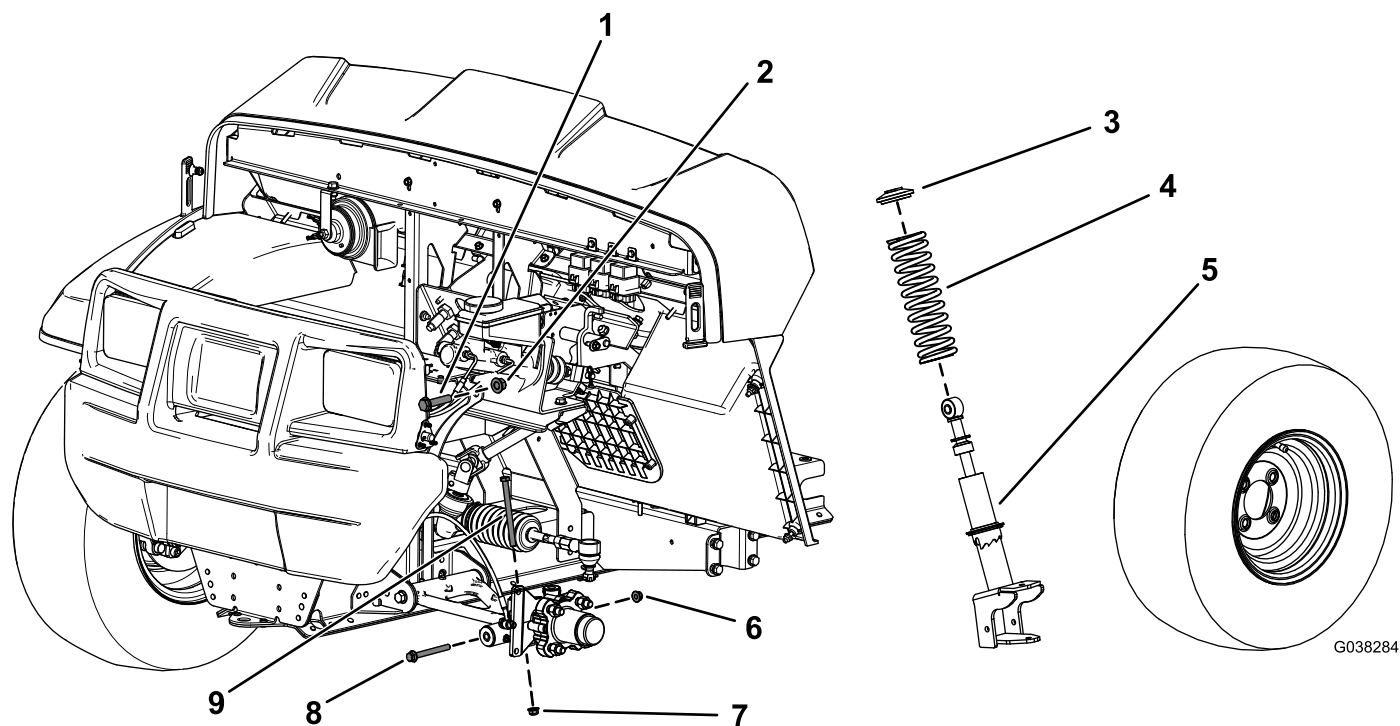

Figure 101
3. Retirez le boulon à tête hexagonale (3/8" x 4³/₄") et l'écrou à embase (3/8") de la fusée (Figure 101).
4. Retirez le boulon à tête hexagonale (3/8" x 3¹/₂") et l'écrou à embase (3/8") du bras de commande (Figure 101).
5. Retirez le boulon à tête hexagonale (1/2" x 2¹/₄") et le contre-écrou (1/2") qui fixent la jambe de suspension au cadre supérieur (Figure 101).
6. Déposez la jambe de suspension (Figure 101).
3. Déposez le ressort la jambe de suspension (Figure 101).
4. Installez le nouveau ressort sur la jambe de suspension existante (Figure 101).
2. Fixez la partie supérieure de la jambe de suspension au cadre avec le boulon à tête hexagonale supérieur ($\frac{1}{2}$ " x $2\frac{1}{4}$ ") et le contre-écrou ($\frac{1}{2}$ "), comme montré à la Figure 101.
4. Posez le boulon à tête hexagonale ($\frac{3}{8}$ " x $4\frac{3}{4}$ ") et l'écrou à embase ($\frac{3}{8}$ ") sur la fusée (Figure 101).
6. Fixez la partie inférieure de la jambe de suspension au bras de commande avec le boulon à tête hexagonale supérieur ($\frac{3}{8}$ " x $3\frac{1}{2}$ ") et l'écrou à embase ($\frac{3}{8}$ "), comme montré à la Figure 101.